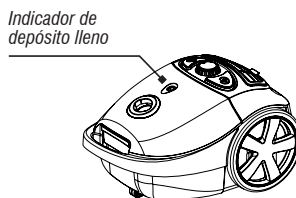

Fig. 10 – Indicador de depósito lleno
- La aspiradora de polvo indicará cuando la bolsa de polvo esté llena, a través de un indicador rojo en el visor, de acuerdo a la Fig. 10.